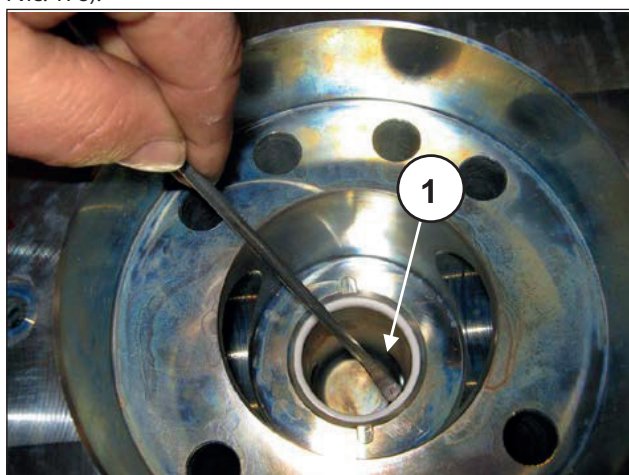

Рис. 178
Выньте гнезда клапанов и проверьте степень износа уплотнений. Рекомендуется заменять их при каждом демонтаже (поз. ①, Рис. 178).